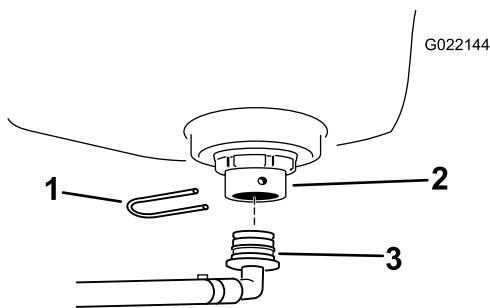

図 13
2. すすぎタンクのホースバーブ（鋸歯状）を、バルクヘッド・フィッティングに取り付け、リテーナフォークで固定する（図 13）。フィッティングを回して後ろ向きにする。